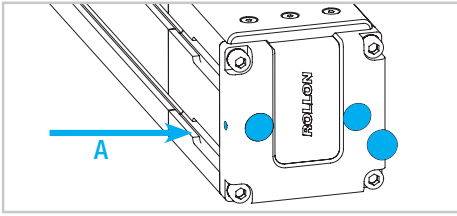

Abb. 8
- 8) Entfernen Sie die Schutzkappen auf den Befestigungsschrauben und lösen Sie die Madenschrauben A (Abb. 8).